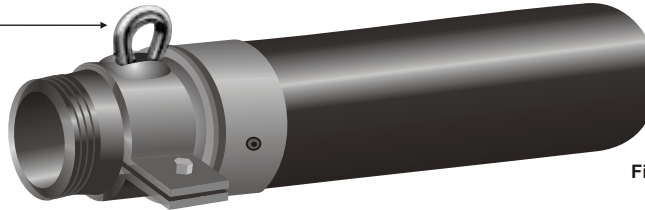

Fig. 2
2. As mangueiras montadas, nunca devem ser erguidas pelo colar de segurança/corrente. Estes devem ser erguidos pelos colares com "olhais de içamento" (Fig. 2 e 5).
2. Las mangueras montadas nunca deben ser levantadas por el collar de seguridad/corrente. Estas deben ser levantadas por collares con "ojales de levantamiento" (Fig. 2 e 5).
3. Colares com olhais de içamento podem ser adquiridos através de pedidos especiais (Fig. 2).
3. Collares con ojales de levantamiento pueden ser adquiridos a través de pedidos especiales (Fig. 2).